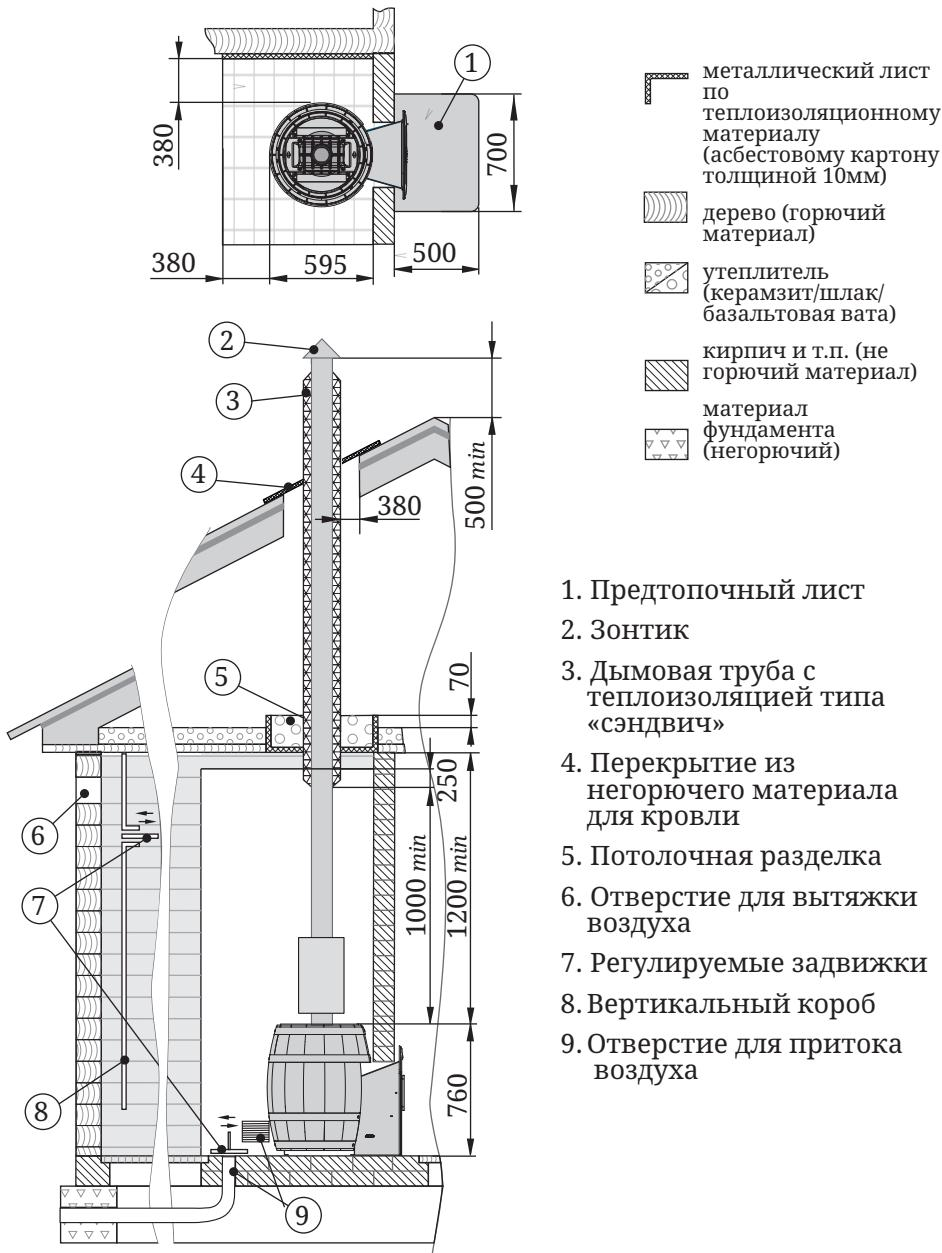

Рисунок 5. Монтаж печи в помещении из горючих материалов (дерева) с установкой на основание из негорючего материала
- пол из горючих и трудногорючих материалов перед дверцей топки — металлическим листом размером 700×500 мм (рисунок 5).
Для обеспечения надежного воздухообмена в парной рекомендуется организовать приточно-вытяжную вентиляцию (см. рисунок 5).